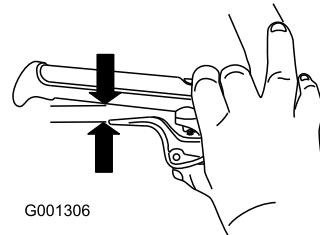

Bild 9
5. Drücken Sie den Griff ganz durch. Prüfen Sie dann den Abstand, der zwischen der Unterseite des Griffs und dem Radkupplungshebeln besteht (Bild 9).